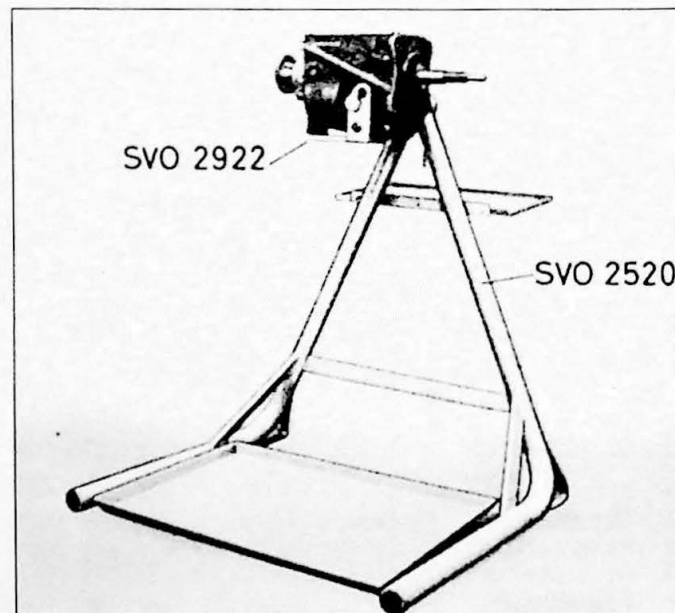

Fig. 6.4. Versnellingsbak in standaard
1. Zet de klem SVO 2922 in het statief SVO 2520 en daarna de bak in de klem (Fig. 6.4).